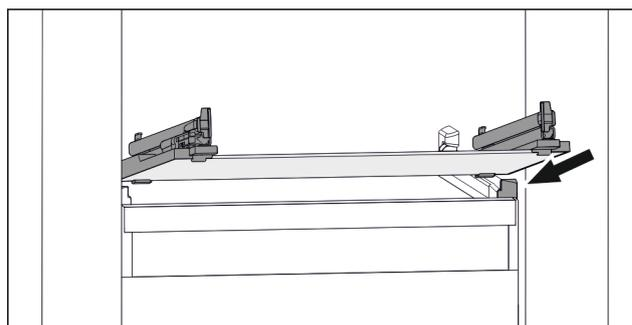

Fig. 167 Primjerni prikaz staklene ploče
- Stavite ladicu ukoso iza zaustavljača. (pogledajte Fig. 167)